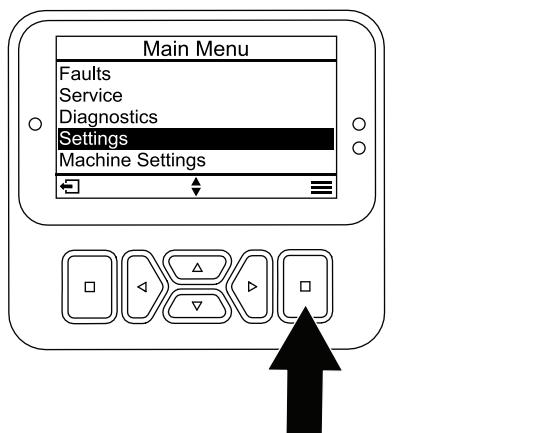

Figure 20
- Depuis le MENU PRINCIPAL, naviguez jusqu'au menu RÉGLAGES et appuyez sur le bouton de sélection (Figure 20).